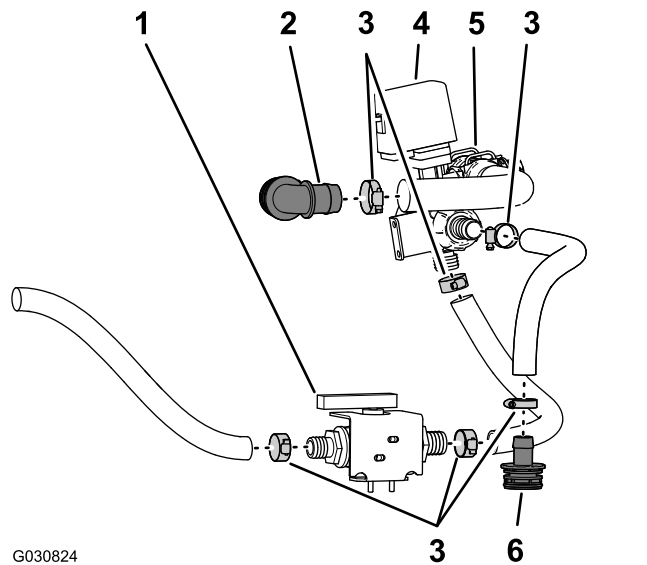

Figura 70
1. Retire las abrazadera que sujetan la manguera entre la válvula de bola y la parte inferior de la válvula de agitación (Figura 70).
2. Retire la abrazadera que sujeta la manguera al otro extremo de la válvula de bola (Figura 70).
3. Retire la abrazadera que sujeta el acoplamiento dentado de 90° a la manguera desde la válvula de desvío (Figura 70).
4. Retire las abrazadera que sujetan la manguera entre el acoplamiento dentado recto y la válvula de agitación (Figura 70).